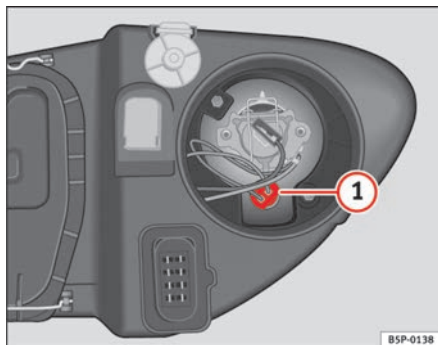

Abb. 192 Standlicht
- Die Fassung ⇒ Abb. 192 (1) herausnehmen.